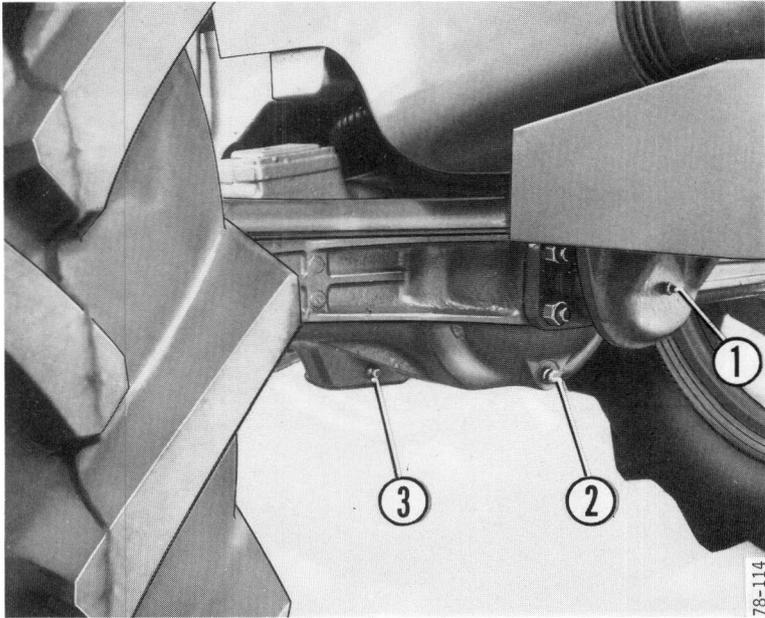

Fig. 5
- Déposer les deux bouchons de vidange (2 et 3 fig. 5) et le bouchon de remplissage (fig. 4).